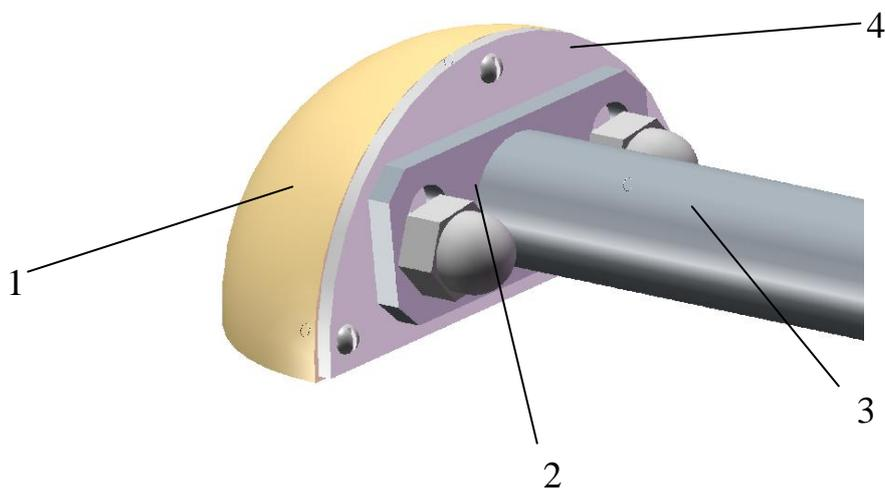

Рис. 3. Боковая опора станции.
Внешний вид станции представлен на рис. 2. Станция состоит из стойки 1, столешницы 2 со станционными путями, трубой нижней 3 и четырьмя верхними устройствами натяжения 4. На фланцах 4 (рис. 3) нижней трубы 3 установлены боковые опоры 1 и гайки 2.
- установить на торцы нижней трубы 3 (рис. 3) боковые опоры 1 и наживить гайки 2. Окончательную затяжку гаек произвести после сборки модели трассы СТЮ.
- установить станции друг против друга на расстоянии примерно 5 м. Прижать боковые опоры 1 (рис. 3) к полу и затянуть гайки 2. Качание станций на полу не допускается;